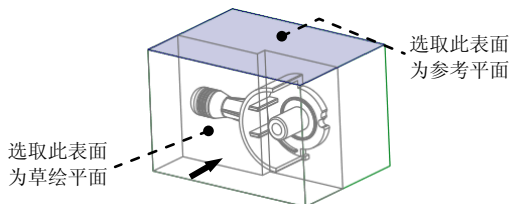

图 10.39 定义草绘平面
(1) 选择命令。单击 **编辑模具体积块** 功能选项卡 **形状** 区域中的 **拉伸** 按钮，此时系统弹出“拉伸”操控板。
(2) 定义草绘截面放置属性。在图形区右击，从系统弹出的菜单中选择 **定义内部草绘...** 命令；在系统 **选择一个平面或曲面以定义草绘平面** 的提示下，选取图 10.39 所示的坯料表面为草绘平面，接受默认的箭头方向为草绘视图方向，然后选取图 10.39 所示的坯料顶面为参考平面，方向